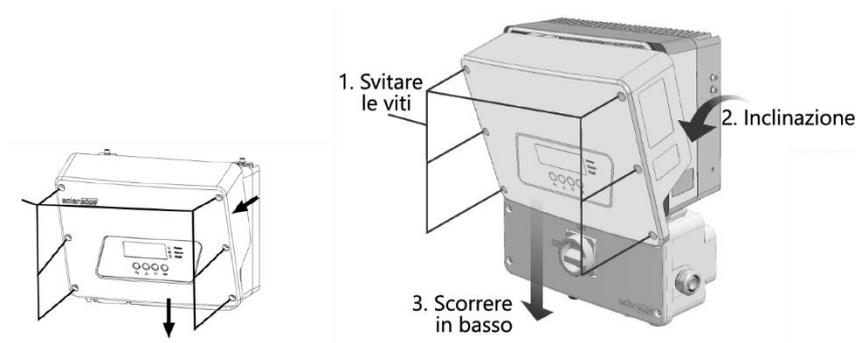

Figura 2: Rimozione del coperchio dell'inverter monofase con tecnologia HD-Wave
4. Aprire il coperchio dell'inverter (vedere la *Figura 2*).